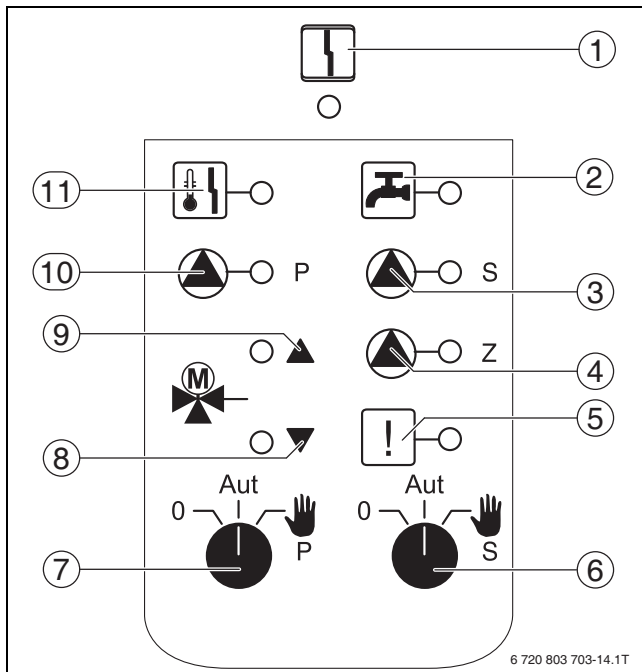

Рис. 11 FM445
**0** и **Рука** являются особыми положениями переключателя горячей воды для первичного отопительного контура (→ рис. 11, [7]) и вторичного отопительного контура (→ рис. 11, [6]), которые разрешается устанавливать только специалистам сервисной фирмы.